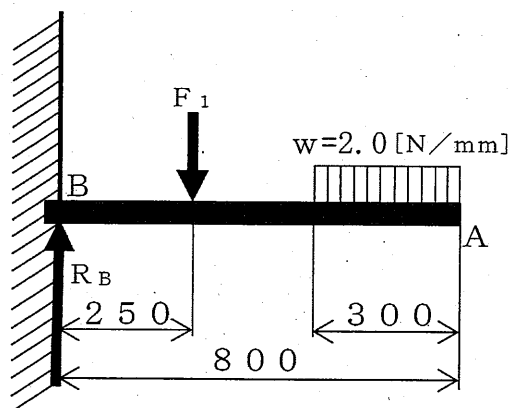

図 3
- (5) 図 3 は、 $w = 2.0$ [N/mm] の等分布荷重と F_1 の集中荷重が加わっている長さ 800 [mm] の片持ばりである。 F_1 の荷重が 400 [N] のとき、反力 R_B [N] を求めよ。